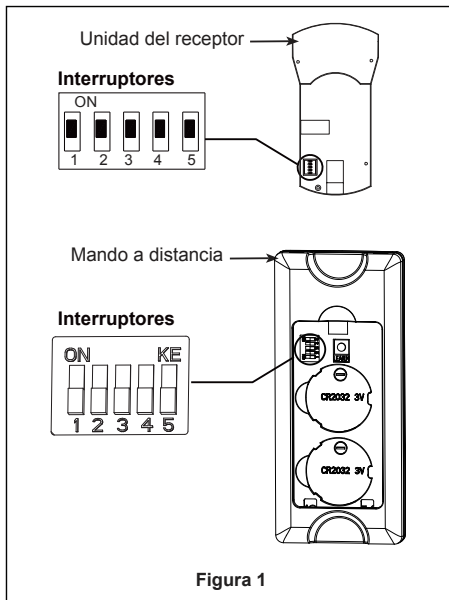

Figura 1
1. Extraiga la pieza de la bola colgante de la unidad de la bola colgante / varilla aflojando el tornillo de presión de la bola colgante hasta que la bola se libere de la varilla. Retire el pasador del barril y luego extraiga la semiesfera. Conserve el pasador y la semiesfera para su reinstalación en el Paso 6. (Figura 1)
1. Retire y deseche los cinco topes de goma del motor del ensamble del motor quitando los tornillos. (Figura 1)
Para evitar una posible descarga eléctrica, asegúrese de cortar la alimentación eléctrica de la caja de fusibles principal antes de colgar el ventilador. (Figura 1)
1. Para configurar el código de unidad del receptor. Deslice los interruptores de código a las mismas posiciones que en el transmisor. (Figura 1)
- 1. Instale la cubierta rotando la ranura clave en la cubierta sobre el tornillo de hombro del soporte del gancho y cuidado de no pellizcar los cables. Fije el tornillo de hombro. Instale adecuadamente y fije el egundo tornillo de hombro que fue anteriormente guardado. (Figura 1)
- 1. Instale la pala en el soporte de pala con los tornillos de cabeza serrada y las bases de la pala. Asegúrese de que las aspas estén completamente asentadas en los soportes de la pala y fije los tornillos. (Figura 1)